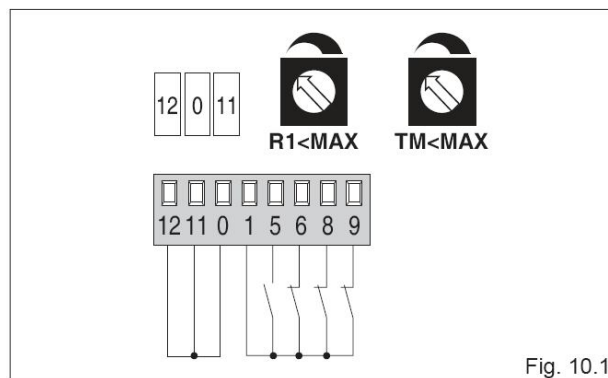

Fig. 10.1
- **(Fig. 10.1) Az ajtószárny nekinyomódik a mechanikai végállásnak, és akadályra megáll.**